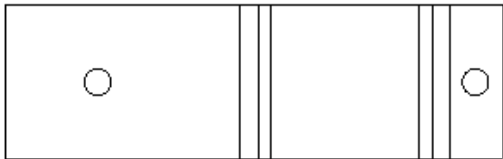

图 8-32 投影视图
(3) 双击该投影视图，系统弹出“绘图视图”对话框。
(4) 在“类别”列表框中选择“视图显示”类别，切换到“视图显示”类别选项卡。从“显示样式”下拉列表框中选择“消隐”选项，从“相切边显示样式”下拉列表框中选择“默认”选项，单击“应用”按钮。
(5) 单击“绘图视图”对话框的“确定”按钮，完成的该投影视图如图 8-32 所示。